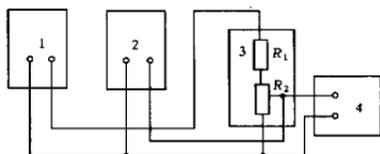

图 2 测纹波系数连线图
14.1 将耐电压测试仪输出电压置于直流状态并按图 2 连接衰减器与直流电压表。